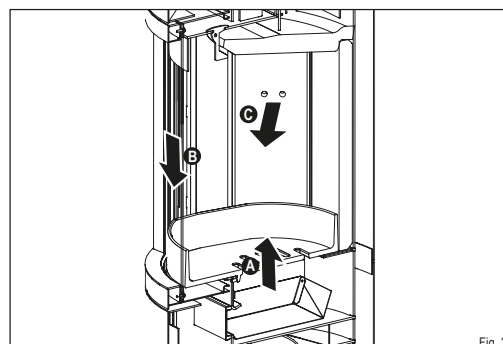

Fig. 2
- Les catalyseurs iQ+ (Fig. 2, pos. 5) réduisent non seulement le monoxyde de carbone mais aussi les particules et les hydrocarbures.